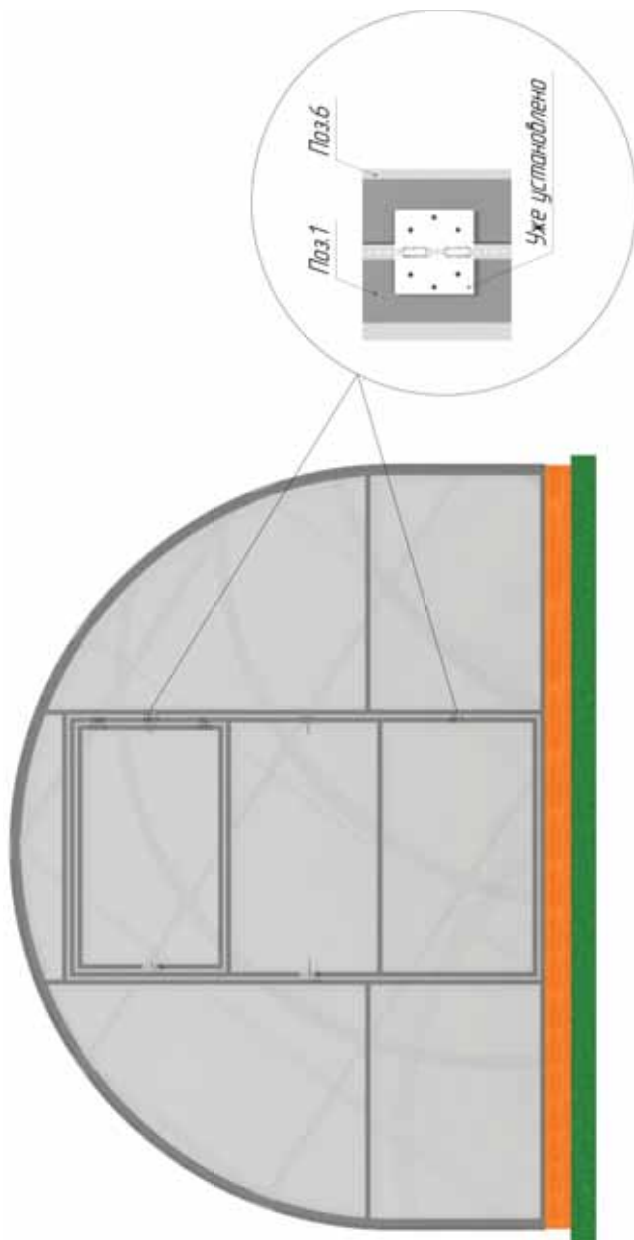

Рис. 4. Схема раскройки поликарбоната для дверей и форточек
3. Прорезать проем форточек и двери (особое внимание уделить петлям) (рис. 4).